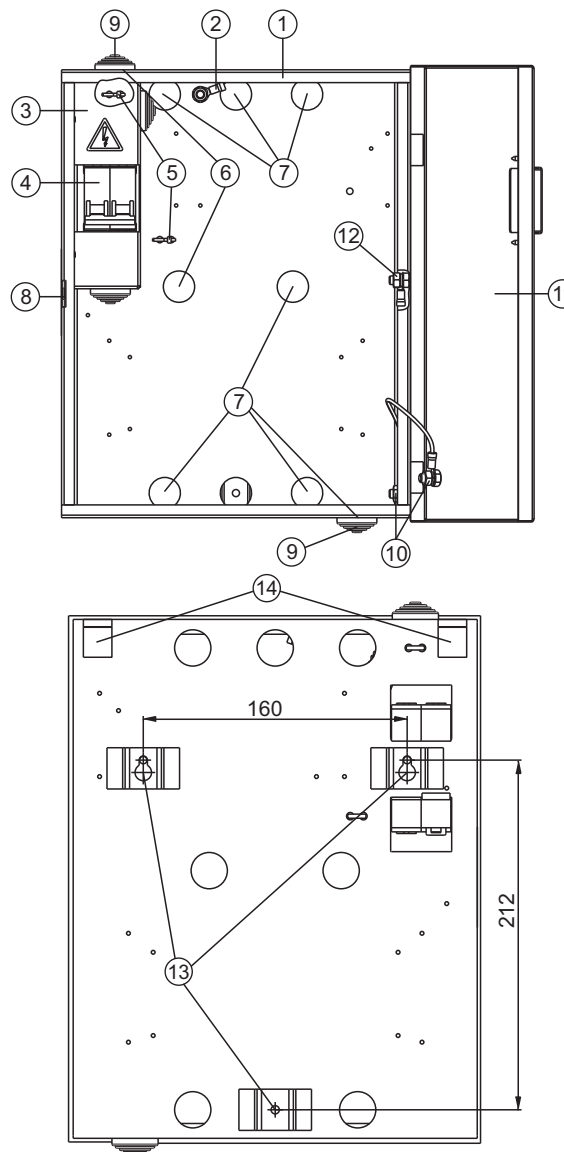

Рисунок 1 - Внешний вид и установочные размеры бокса
Заведите провода линии связи в бокс через отверстие (7) (см. рисунок 1).
Для крепления на стене используются скобы (13) (см. рисунок 1) на задней стенке бокса, а также шурупы 4x35 и дюбеля 6x40 из комплекта поставки.